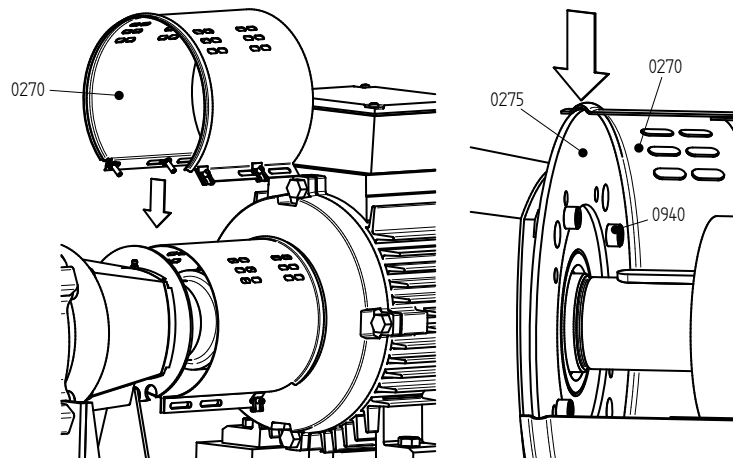

Figura 10: Instalación de la cubierta en la parte de la bomba.
- 1 Afloje los tornillos (0940) y desmonte la placa de montaje (0275) del pedestal (2100). Consulte figura 10.
- 3 Monte la placa de montaje (0275) en el pedestal (2100) con los tornillos (0960). Consulte figura 10.